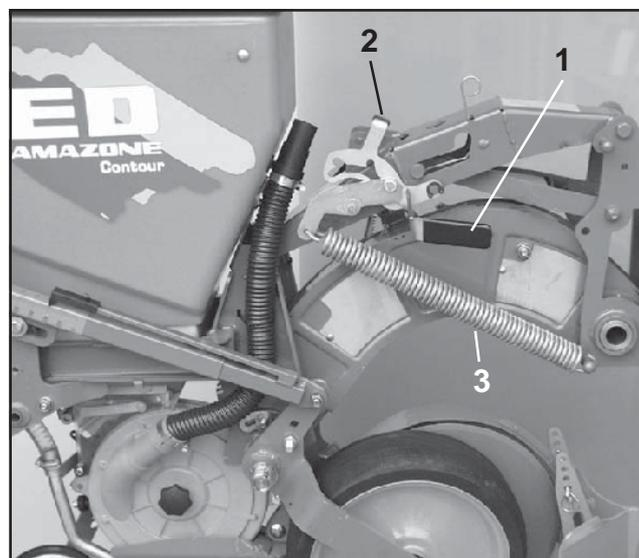
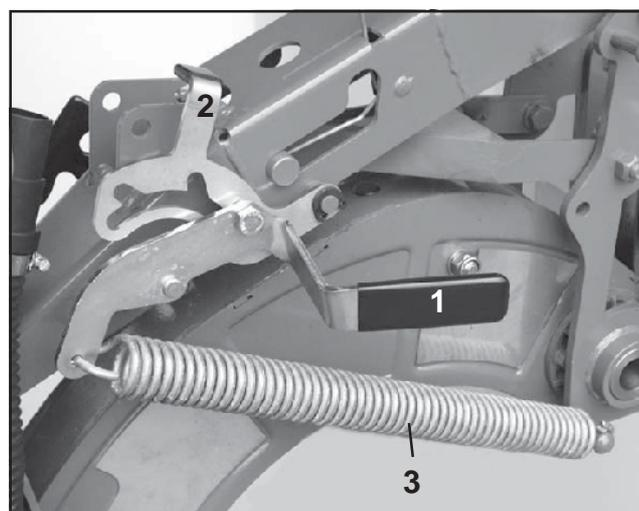

Fig. 7.40
Fig. 7.41
- Repoussez alors encore plus vers le bas le levier de réglage ce qui a pour effet de mettre le ressort (7.40/3 ou 7.41/1) en tension. Enclenchez la platine d'arrêt dans la nouvelle position (fig. 7.40 et fig. 7.41).